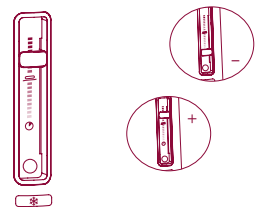

Fig. 4
- 2 Zet de keuzeschakelaar voor het roosteren in de stand die overeenkomt met de gewenste roostergraad. Als de keuzeschakelaar laag wordt gezet, wordt een kortere roostertijd verkregen, als hij hoog wordt gezet, wordt een langere roostertijd verkregen (fig. 4) (zie de paragraaf "Tips voor het roosteren").